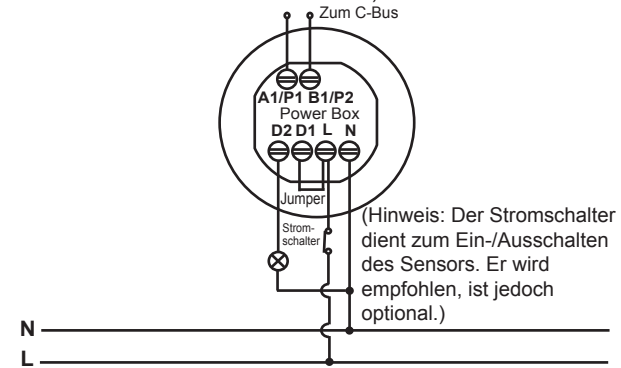

ABB. 4
- Funktionsweise der C-Bus-Signalsteuerung (siehe ABB. 4). Stellen Sie sicher, dass der Schieberegler entsprechend eingestellt ist, siehe Abschnitt 4.2.1.2 sowie ABB. 20 und ABB. 21.)